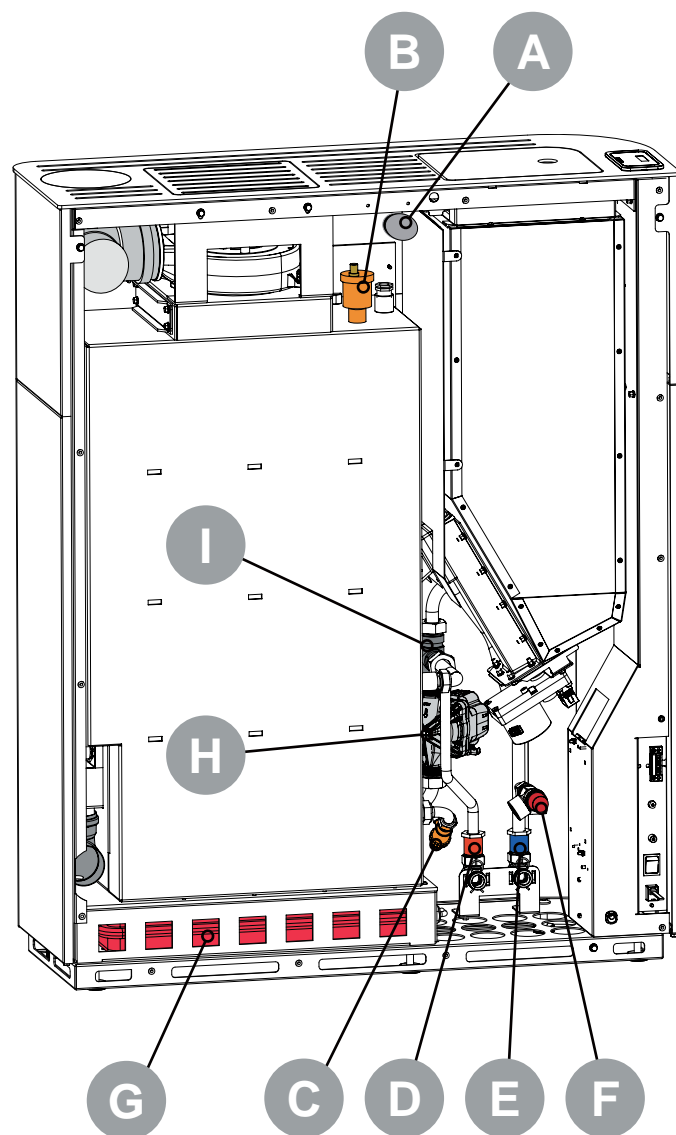

fig. 5.15
5.8.1 Descrizione circuito idraulico (fig. 5.15)
5.8.2 Collegamenti idraulici (fig. 5.15)
- Predisporre un tubo di scarico a perdere, di diametro opportuno, a cui collegare lo scarico della valvola di sicurezza (F).